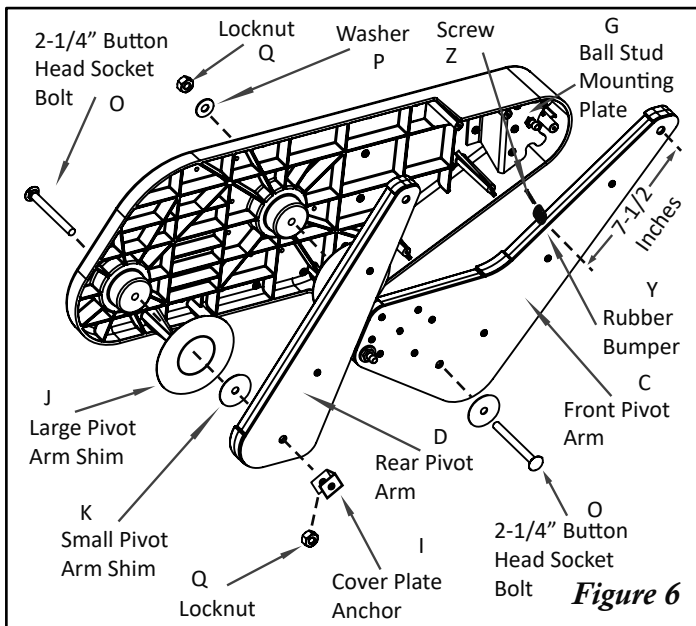
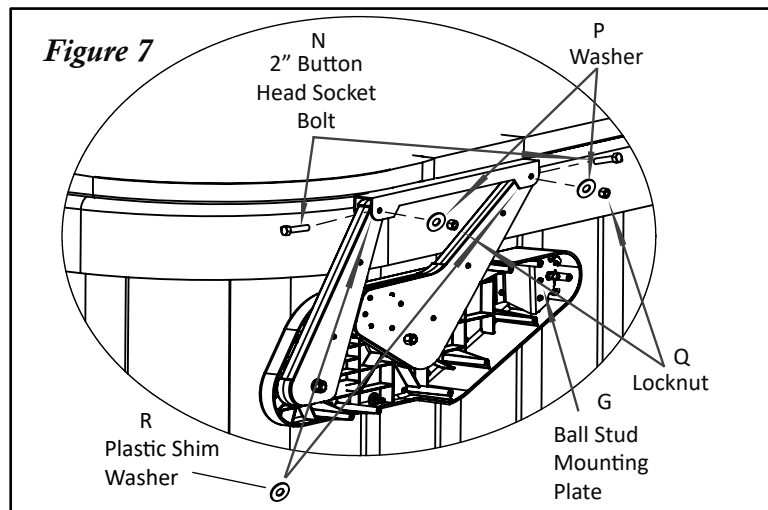

Figure 6
Figure 7
#7 Fixez les bras pivotants (C & D) aux supports de montage (A) à l'aide des boulons à six pans creux de 2 1/4" (O), des rondelles (P) et des contre-écrous (Q) (Fig. 6). **Attention : Assurez-vous d'installer les grandes et petites rondelles pour les bras pivotants (J & K), comme illustré. Assurez-vous que les bras pivotants bougent librement et ne serrez pas trop les boulons.** Fixez ensuite les butées en caoutchouc (Y) aux bras pivotants avant à l'aide des vis autotaraudeuses n° 8 x 1 1/4" (Fig. 6) et les plaques pour les goujons à rotule (G) aux supports de montage (A) à l'aide des vis de montage n° 10 x 1 1/2" (Fig. 7).
#8 Fixez l'ensemble de support de l'étape 7 aux supports de la couverture à l'aide des boulons à six pans creux 2" (N), des rondelles (P), des anneaux de remplissage en plastique (R) et des contre-écrous (Q). Laissez la structure pendre librement (Fig. 7). **Attention : Installez les boulons de l'intérieur vers l'extérieur, avec les contre-écrous à l'extérieur des supports de montage.** Poussez les grands capuchons (V) sur les contre-écrous. **Notez que les anneaux de remplissage en plastique sont utilisés comme entretoises entre les bras pivotants et les supports de la couverture (Fig. 7). Ne serrez pas trop les boulons, les bras pivotants doivent pouvoir bouger librement.**